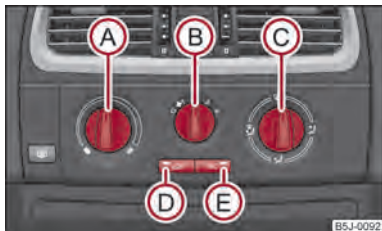

Fig. 75 Instalația de climatizare: Elementele de comandă
Instalația de climatizare funcționează numai când tasta **AC** ⇒ fig. 75 **E** este apăsată și se îndeplinesc următoarele condiții:
- Rotiți regulatorul rotativ **A** ⇒ fig. 75 spre dreapta pentru a mări temperatura.
- Apăsați tasta **AC** **E** ⇒ fig. 75. Lampa de control din tastă se va aprinde.
- Elementele de comandă **A**, **B**, **C** și tasta **D** și **E** ⇒ fig. 75.
- Apăsați tasta **S** **D** ⇒ fig. 75, lampa de control din tastă se aprinde.
Când regulatorul **C** se află în poziția  ⇒ fig. 75, recircularea aerului este oprită automat. Prin apăsarea repetată a tastei **S** puteți porni recircularea aerului și în această poziție. ▶